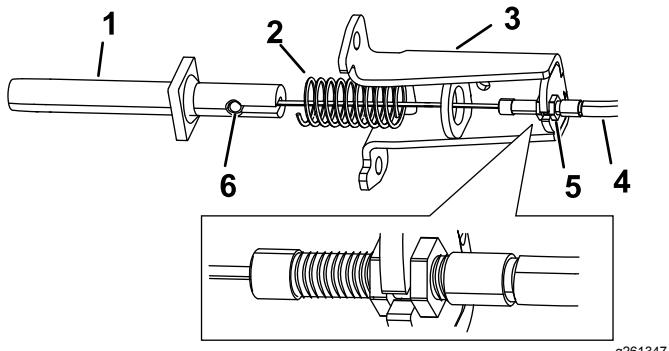

Figura 9
- Inserite il cavo del freno attraverso il supporto del freno e la molla e inserite il barilotto nella scanalatura del perno dell'albero del freno (Figura 9).
(Figura 9). Spingete all'interno il perno per comprimere la molla, inserite il barilotto del cavo del freno nella scanalatura del perno, fate scorrere il cavo nell'intaglio del supporto in modo che l'intaglio si trovi tra i 2 dadi del cavo e rilasciate lentamente il perno e la molla.
- Regolate i dadi sul cavo del freno in modo che siano visibili solo 2 filettature verso il cavo (Figura 9).